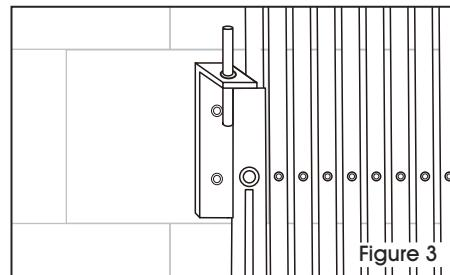

Figure 3
- Allongez la barrière et accrochez la ferrure en «L» sur le dessus de la barrière où elle sera montée. Pour relâcher la tension, vous pouvez soulever la roue entre 12,7 mm et 19,05 (1/2 po et 3/4 po) du plancher. Marquez et percez les trous pilotes dans le cadre de porte ou le mur. Il sera plus facile de percer les trous pilotes si vous enlevez la barrière de son montage au plancher. Remettez la rondelle de roulement et la cheville inférieure de la barrière dans le montage au plancher. Glissez la ferrure en «L» sur le dessus de la barrière ainsi que le boulon (non compris). (Voir Figure 3)